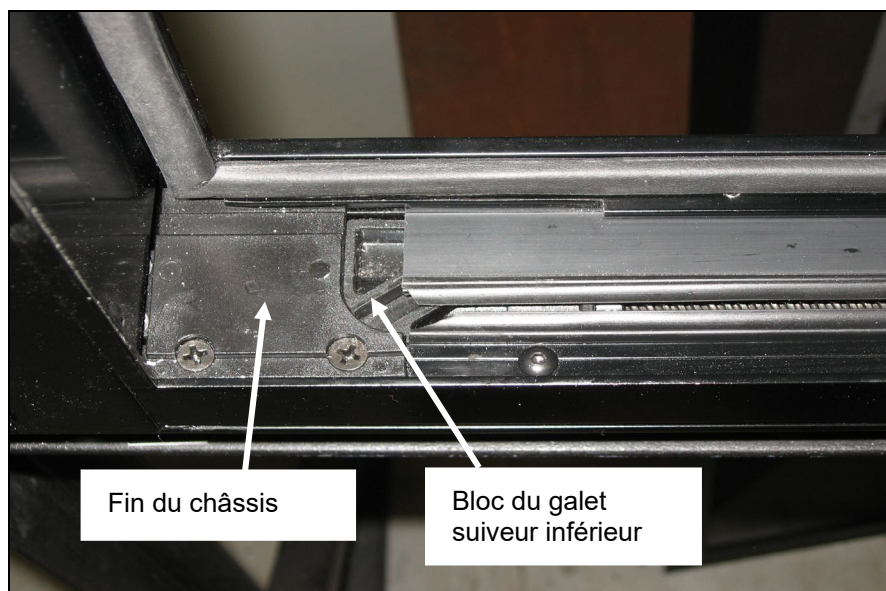

FIGURE 104: ALIGNEMENT ADÉQUAT
3. Soulever et sortir le châssis pour dégager le bas du châssis de l'encadrement de fenêtre. (Figure 104)